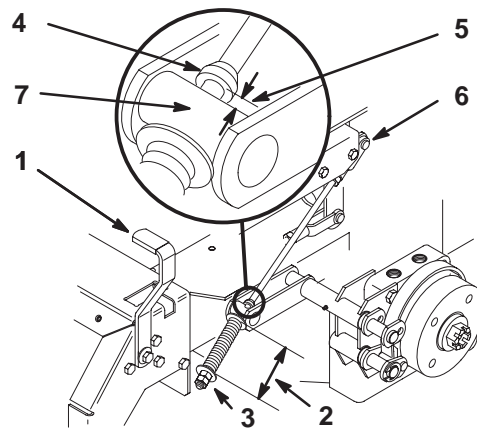

Figure 58
2. Mesurez la longueur du ressort. Les rondelles doivent être distantes de 74 mm (Fig. 58).
3. Si un réglage est requis, desserrez l'écrou de blocage situé sous le ressort et serrez l'écrou directement au-dessous de la chape (Fig. 58). Vissez l'écrou jusqu'à ce que le ressort ait la longueur voulue. Serrez les deux écrous ensemble et répétez la procédure de l'autre côté de la machine.
6. Mesurez la distance entre le galet de tourillon et le collier sur la tige de frein. Elle doit être comprise entre 5 et 7 mm (Fig. 58).
7. Si un réglage est requis, desserrez l'écrou de blocage situé juste au-dessous de la chape. Tournez les écrous de réglage inférieurs jusqu'à obtention de l'écart voulu (Fig. 58). Serrez l'écrou de blocage sur la chape.